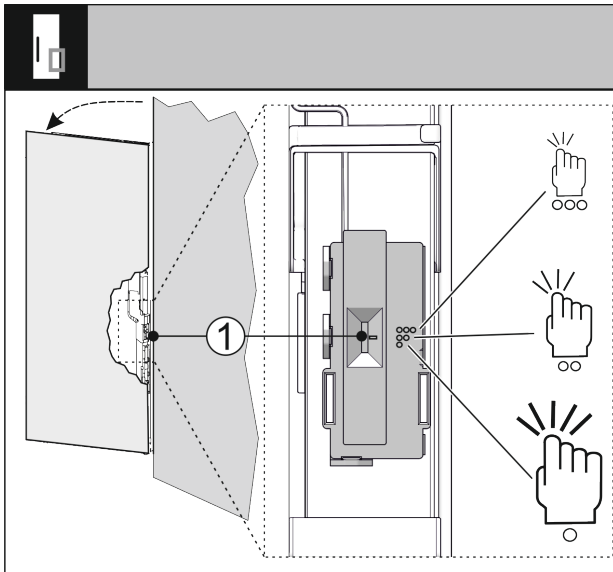

Fig. 71
U kunt de gevoeligheid van de klopsensor via een schakelaar Fig. 71 (1) instellen. De schakelaar zit aan de scharnierzijde op het onderste derde deel van de deur.
- Schuif de schakelaar Fig. 71 (1) naar de gewenste schakelaarstand.